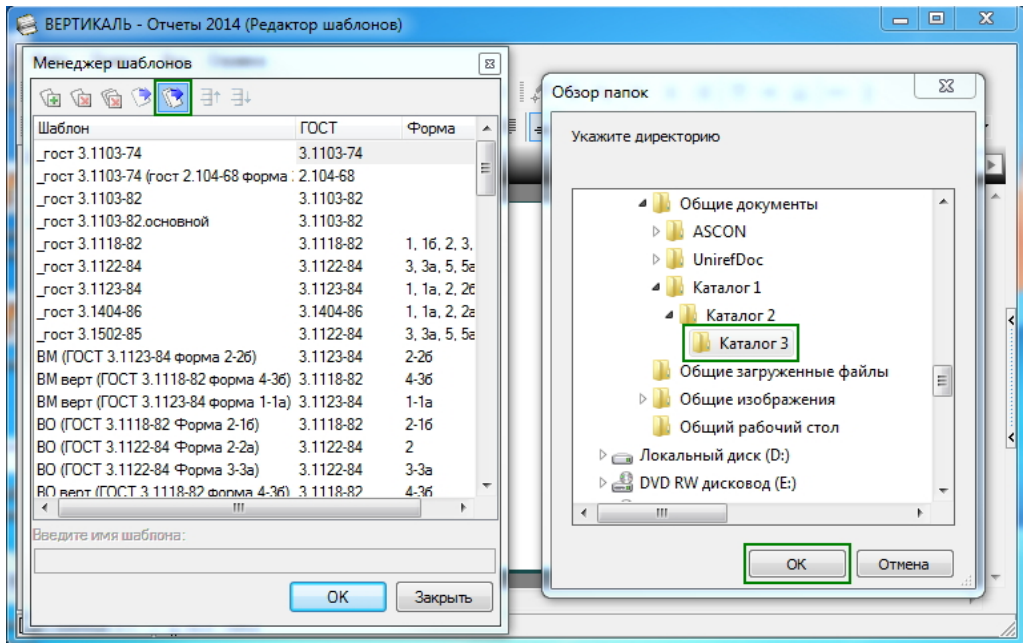

Рис. 4.6
2. С помощью приложения ВЕРТИКАЛЬ-Отчеты, открытого в режиме Редактор шаблонов, скопируйте на диск шаблоны отчетов с сервера (рис. 4.6). Для этого: